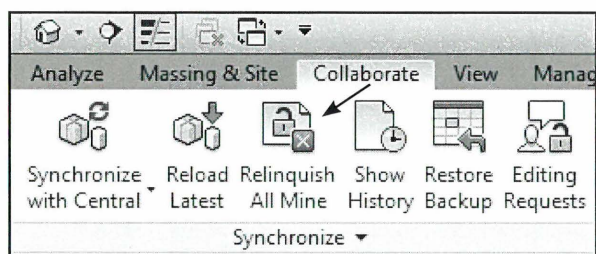

Fig. 16.18.
- For at frigive et *Workset*, klikkes på *Collaborate - Relinquish All Mine* (Fig. 16.18).